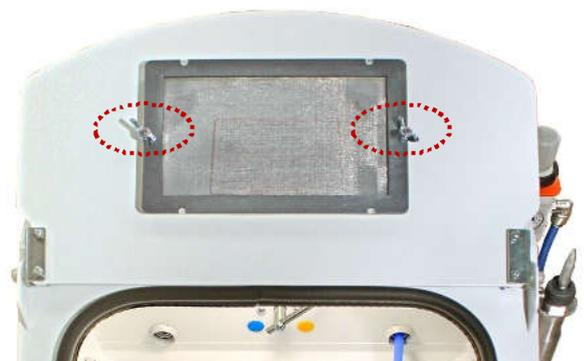

Рис. 10
4.2.7 Смотровое стекло (**3**) закреплено на нижней стороне крышки при помощи гаек-барашек, между защитной сеткой и крышкой, рис.10.